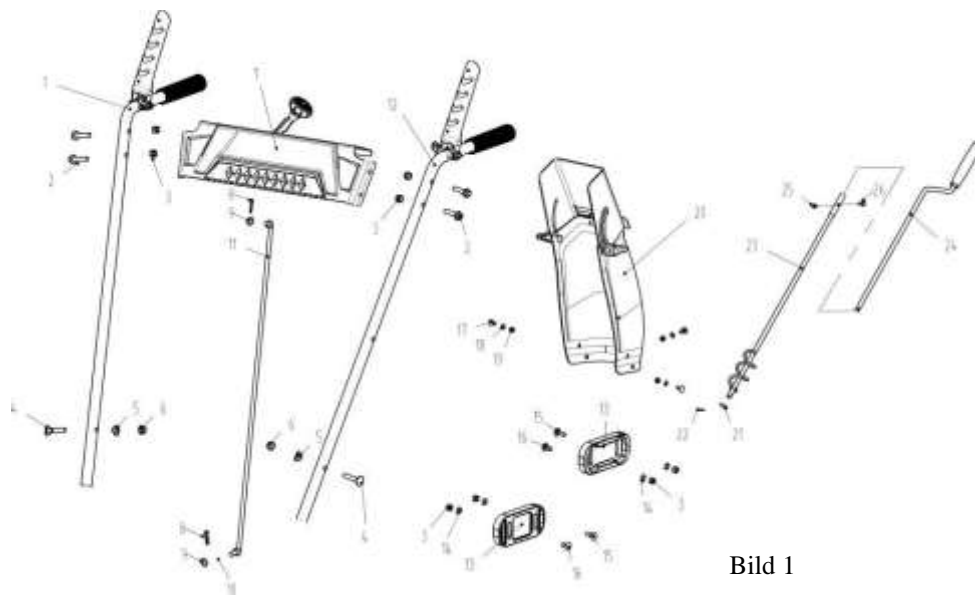

Bild 1
3.1 Packa upp och kontrollera innehållet mot installationsschemat. Om något saknas, kontakta din återförsäljare (se bild 1).
3.3 Montering av skruven och dragkopplingskabeln: se bild 4. För in den Z-formade änden av dragkopplingskabeln genom hålet i höger handtag (nr 1) enligt bild a. För in den Z-formade änden av skruvkopplingsvadjern genom hålet i det vänstra handtaget (nr 12) enligt bild 1.